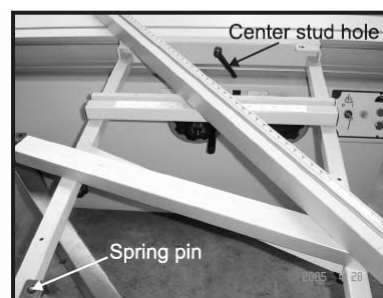

Fig. 48
1. Установите линейку для поперечных распилов по отверстию центрального пальца поверх пружинного штифта (см. рис. 48). (**Примечание:** Уложите поперечную линейку на отверстие центрального пальца и вращайте ее до тех пор, пока пружинный штифт не заскочит в Т-образный паз.) Проверьте и убедитесь в том, что линейка расположена под углом в 90° к линии распила и отрегулируйте ее при необходимости.